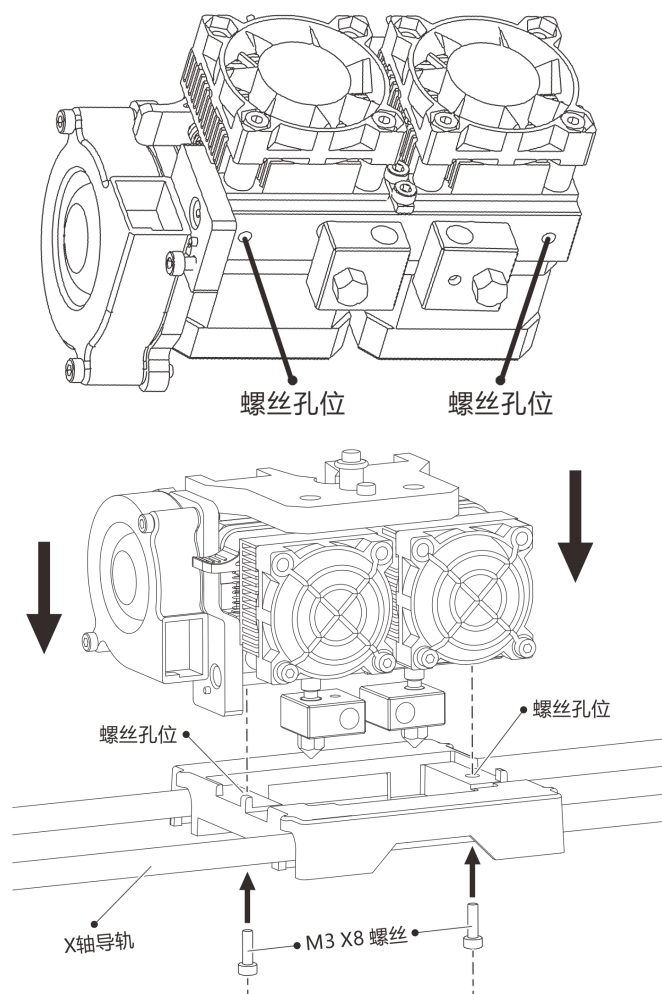

图 4-1
1. 先把平台下降到最低位置，再将喷头水平放置在中塑件喷头支架上，保持风扇方向朝前，保证喷头长条铝块上的固定螺丝孔与中塑件上的孔位对齐。然后取出从喷头配件包中取出两颗 M3×8 的螺丝，用 2.5mm 的内六角扳手将喷头和中塑件固定（图 4-1）